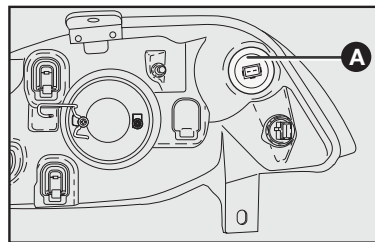

fig. 28
2) Retirar o porta-lâmpadas **A-fig. 28** girando-o no sentido anti-horário;